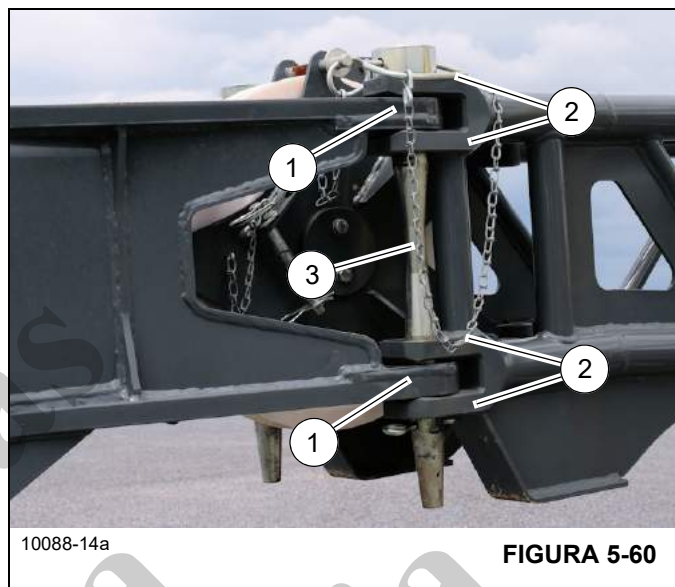

FIGURA 5-60
6. Remova o grampo de retenção e o pino (3, Figura 5-60) inserido nas conexões do lado esquerdo (1, 2). Coloque o pino em seu suporte na seção da base da extensão da lança e prenda-o com o grampo de retenção.